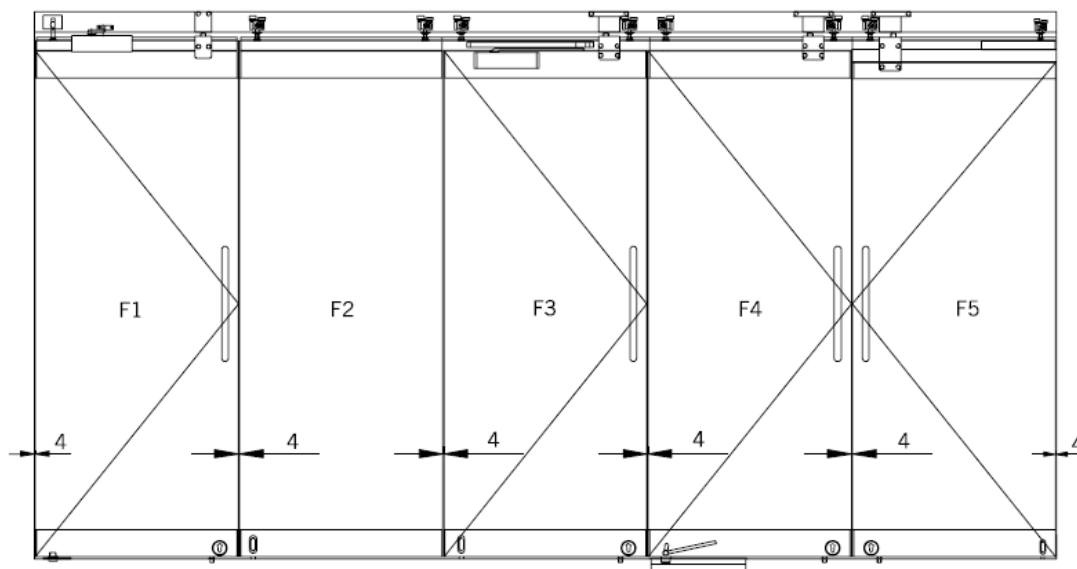

Fig. 12
12. Пример установки 5 панелей (Рис. 12):
Установите запорную планку/розетку. (Для более точного размещения планки и розетки возможны отклонения +/- 4 мм и +/- 2.5 мм соответственно). Затем задвиньте панель и закройте ее. Прочтите тоже самое с другими панелями (панели 3 и 4 с зазором 4 мм). **(Рис. 12)**